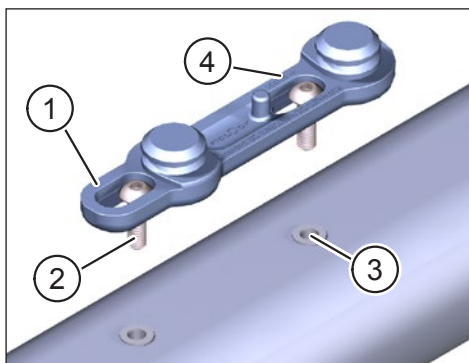

Fig. 1: Bevestig de FIDLOCK® Bike Base aan de e-bike
- Bevestig de FIDLOCK® Bike Base (Pos. 1 in Fig. 1) met de twee knoepkopschroeven (Pos. 2 in Fig. 1) in de daarvoor bestemde gaten (Pos. 3 in Fig. 1, volg de specificaties van de fietsfabrikant) in het frame van de e-bike.